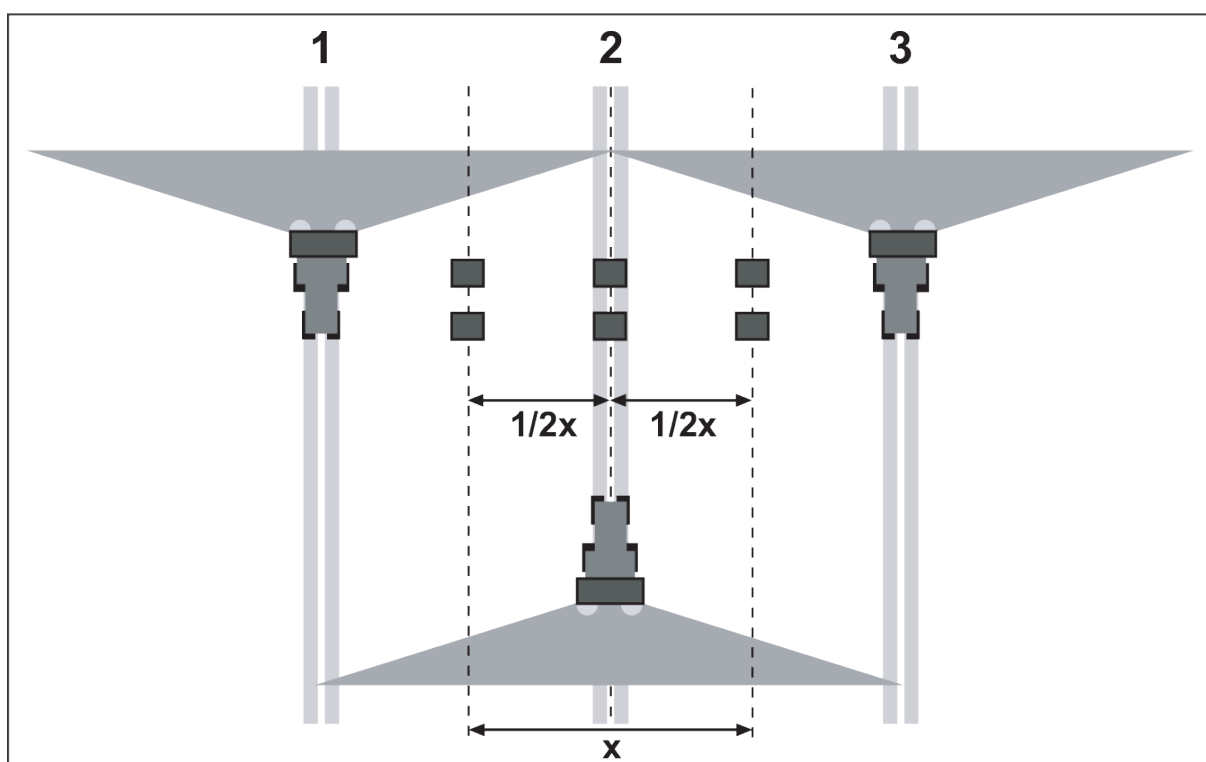

Рис. 33: Установка для трех проходов
- ▶ Установите по два поддона на расстоянии **1 м** друг за другом в зонах перекрытия (между технологическими колеями) и в центральной технологической колее (согласно Рис. 33)